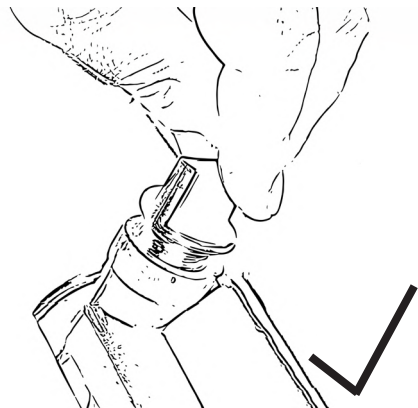

Abbildung 5
- Schrauben Sie die Öleinfüllstopfen mit verbundenen Messstab heraus, Abb. 5.